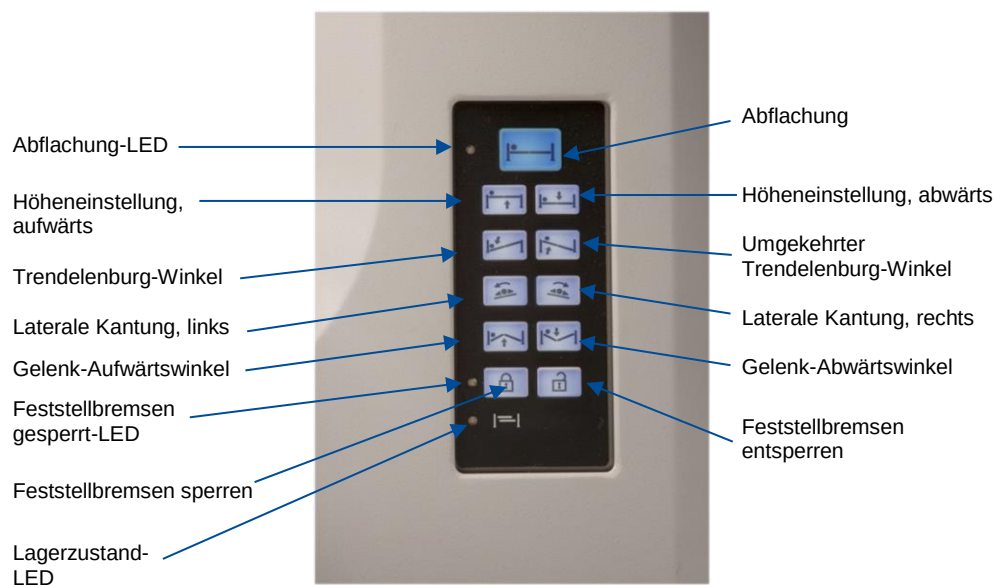
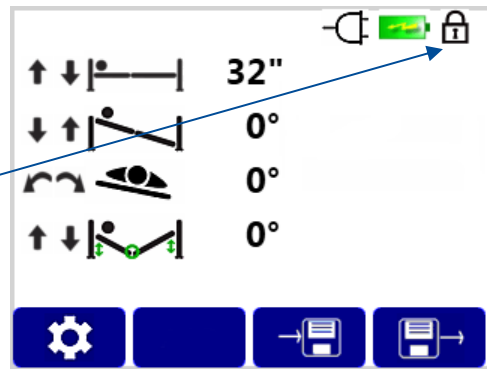

Abbildung 13: Zusatz-Bedienfeld
Abbildung 20: Feststellbremsen gesperrt-Symbol
Auf dem Zusatz-Bedienfeld befinden sich Funktions- und Bewegungstasten, deren Symbolkennzeichnung die jeweils ausführbare Funktion oder Bewegung angibt (Abbildung 13). Die Bewegungstasten dienen zur Steuerung von Höhe, Trendelenburg-Winkel/umgekehrtem Trendelenburg-Winkel, lateraler Kantung rechts/links, Gelenk-Aufwärtswinkel/-Abwärtswinkel und Abflachung. Die zwei (2) Funktionstasten dienen zum Sperren/Entsperren der Feststellbremsen des Tisches.
Zum Sperren der Feststellbremsen mit Hilfe der IntelliPendant®-Handbedienung oder des Zusatz-Bedienfelds die Feststellbremsen sperren-Taste  einmal drücken und wieder freigeben, um die Bremsen auszufahren (Abbildung 14). Wenn die Feststellbremsen vollständig ausgefahren und gesperrt sind, erscheint auf der IntelliPendant®-Anzeige  (Abbildung 20). Auf dem Zusatz-Bedienfeld leuchtet die Feststellbremsen-LED (Abbildung 13). Zum Entsperren der Feststellbremsen mit Hilfe der IntelliPendant®-Handbedienung oder des
Die Bewegungstasten der IntelliPendant®-Handbedienung bzw. des Zusatz-Bedienfelds funktionieren nur, wenn die Feststellbremsen vollständig ausgefahren sind. Zum Sperren der Feststellbremsen die Feststellbremsen sperren-Taste auf der IntelliPendant®-Handbedienung bzw. dem Zusatz-Bedienfeld einmal drücken und bestätigen, dass das Feststellbremsen gesperrt-Symbol auf der IntelliPendant®-Handbedienung erscheint, was bedeutet, dass die Feststellbremsen arretiert sind (Abbildung 20).